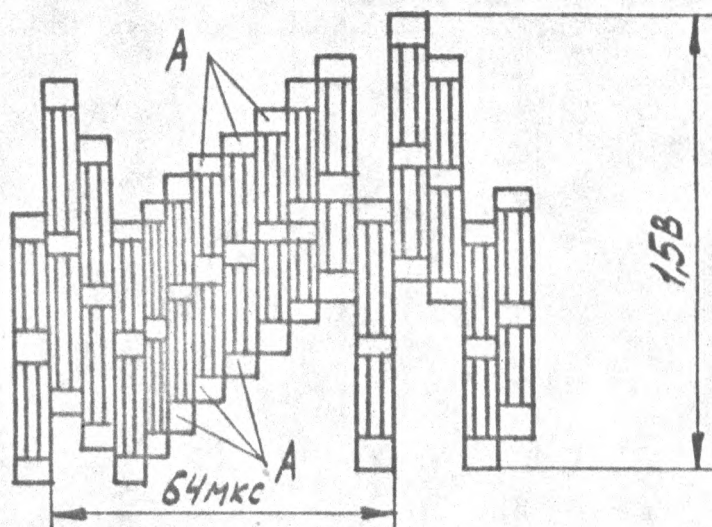

РИС. 7.13
7.3.7.4. ПОДКЛЮЧИТЕ ОСЦИЛЛОГРАФ С9-1 К КОНТРОЛЬНОЙ ТОЧКЕ 1Х17 БВЗ АЗ И С ПОМОЩЬЮ РЕЗИСТОРА АЗ-1R99 ОТРЕГУЛИРУЙТЕ СИГНАЛ ТАК, ЧТОБЫ УРОВЕНЬ НЕСУЩЕЙ (ЧАСТИ А) НА КРАЯХ СИГНАЛА БЫЛ МИНИМАЛЬНЫМ, КАК ПОКАЗАНО НА РИС.7.13.